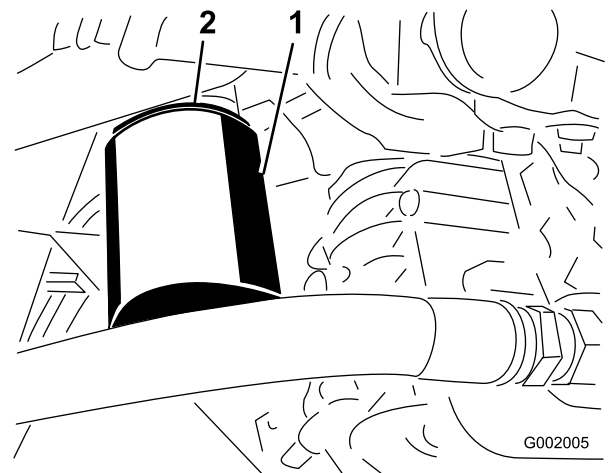

Figura 70
4. Retire el filtro (Figura 70).